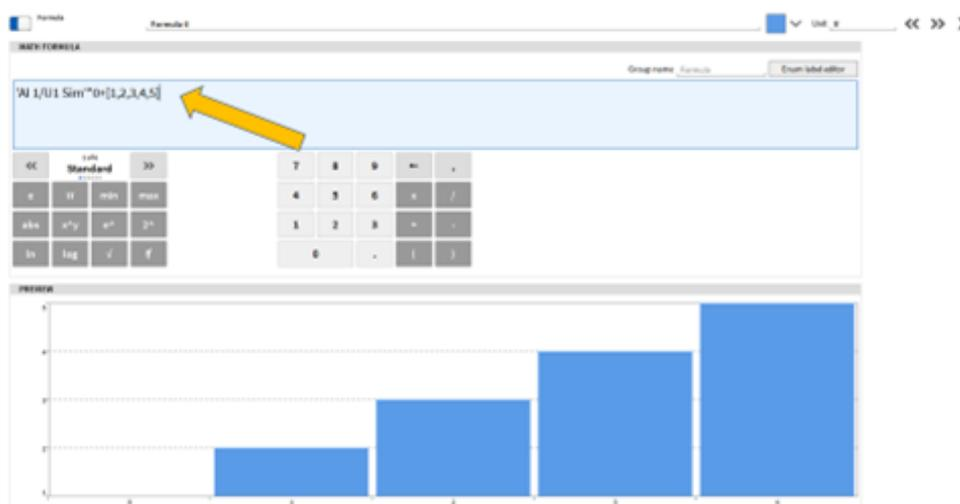

Abb. 7.77: Erstellung von Arrays mit konstanten Elementen
- Zu guter Letzt ist es möglich, Array-Kanäle mit konstanten Elementen zu erstellen (siehe Abb. 7.77). Die Aktualisierungsrate kann definiert werden, indem ein Zeitdomänenkanal hinzugefügt und mit Null multipliziert wird. Das Array hat dann die gleiche Aktualisierungsrate wie der Zeitdomänenkanal.